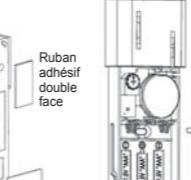

Figure 5a
Peel the protective sheet from one side of the double-sided tapes, and apply the tapes on the rear of the CE (Figure 5a).
a. Installation du relais de carillon à l'aide de ruban adhésif. Installez le couvercle du compartiment à piles. Retirez la pellicule protectrice d'un côté du ruban adhésif à deux faces, puis appliquez les bandes à l'arrière du RC (figure 5a).